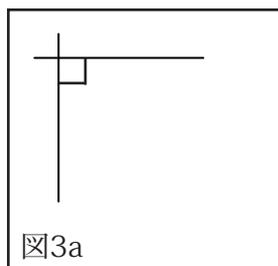
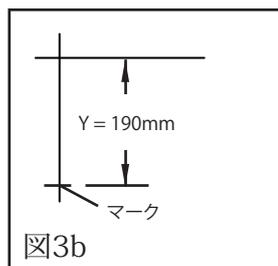
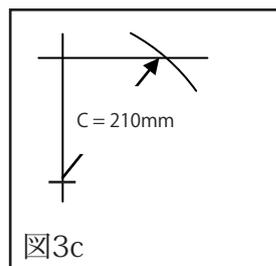
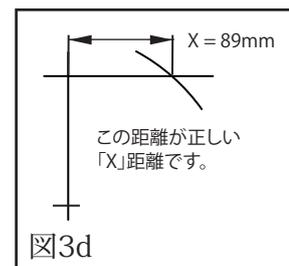

図3a
図3b
図3c
図3d
3. 最終寸法を決定します。平な垂直面が水平線と垂直線を引き、直角三角形を作成します。(図3a)交点から下方方向に、決定した「Y」寸法を測定し、マークします。(図3b)巻き尺を変更後の「Y」マークに合わせ、「X」線上に弧を描くように動かし、「C」寸法と交差する地点をマークします。(図3c)交点から「C」寸法の交点までの距離を測定し、それが新しい「X」寸法となります。(図3d)